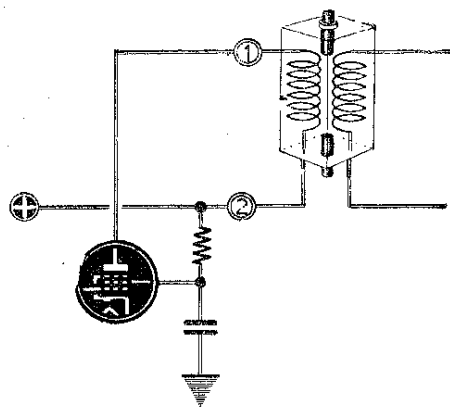

Fig. 67
**212** Controllare se esiste tensione negativa fra griglia e massa della valvola amplificatrice di MF. Se questa tensione dovesse esistere evidentemente la valvola oscilla in MF. Unico sistema da adottare per l'eliminazione dell'inconveniente: invertire l'entrata di media frequenza collegando la placca sul terminale su cui si inseriva la tensione positiva e viceversa (vedi fig. 67).